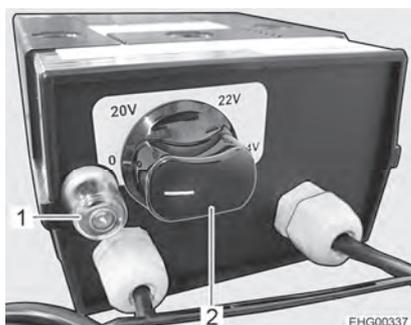

Fig. 114 Regulador para calentamiento eléctrico del piso
- Girar el regulador giratorio (Fig. 114,2) al nivel de calefacción deseado.
- Girar el regulador giratorio (Fig. 114,2) a la posición "0".
Cuando se sobrecarga el regulador, se activa la protección contra sobrecargas. El perno (Fig. 114,1) salta hacia fuera.
- Hundir el perno (Fig. 114,1) en la protección contra sobrecargas cuando se haya enfriado el regulador.